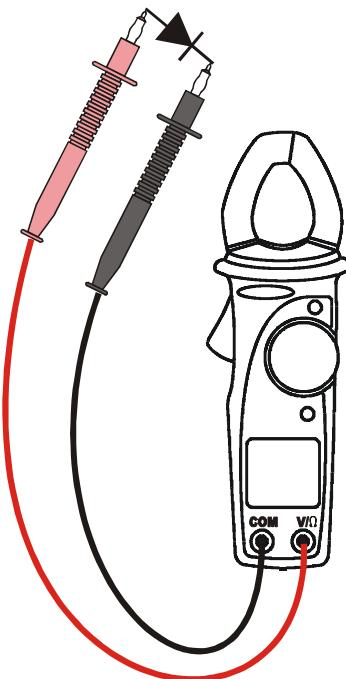

Fig. 9: Uso del instrumento ne la medida de prueba diodes
2. Conecte las dos puntas de prueba en los terminales de la pinza, la roja en el terminal V/Ω y la negra en el terminal COM, como visualizado en Fig. 9.